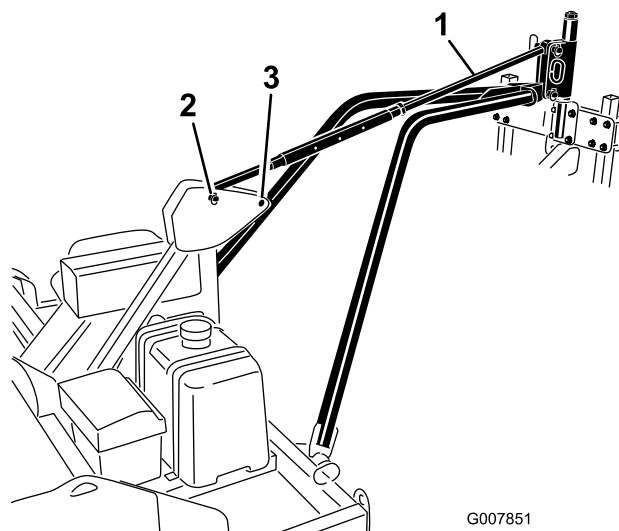

Figure 14
5. Alignez le trou dans la fixation des bras de remorquage et les trous inférieurs du pivot d'attelage de l'aérateur (Figure 14).
8. Fixez la biellette d'inclinaison aux trous supérieurs du pivot d'attelage de l'aérateur et du pivot d'attelage du cadre à l'aide des goupilles d'attelage et des goupilles à anneau (Figure 14).